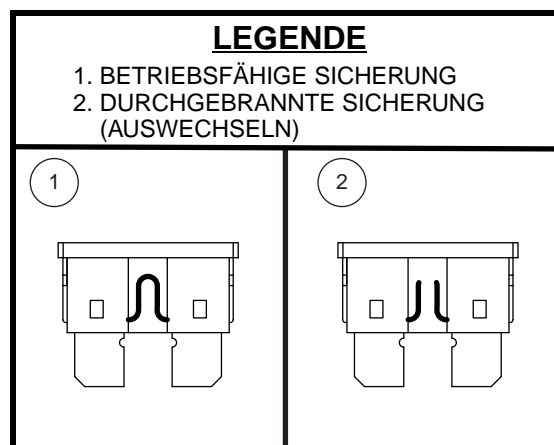

Abb. 28. Wechseln der Sicherung
2. Sicherung auf Durchbrennen überprüfen. **Siehe Abb. 28.**